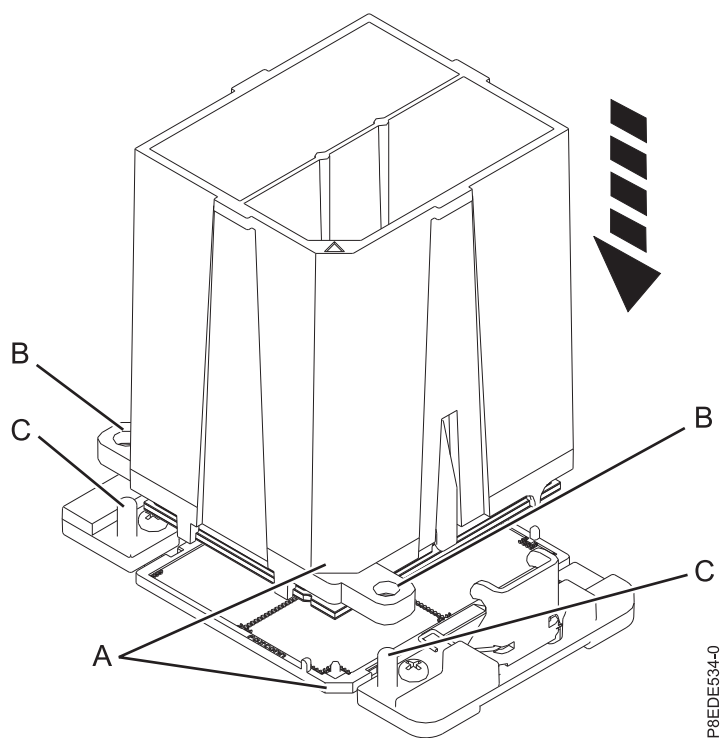

Figura 13. Instalando o módulo de processador do sistema
- b. Abaixar a ferramenta e o módulo de processador do sistema no soquete. Alinhe a aresta biselada (A) da ferramenta com a aresta biselada no soquete. Certifique-se de que os dois pinos guia (C) sejam inseridos nos orifícios de alinhamento (B) em cada lado da ferramenta. Tenha cuidado para abaixar a ferramenta nivelada sem incliná-la. Consulte o Figura 13 na página 15.